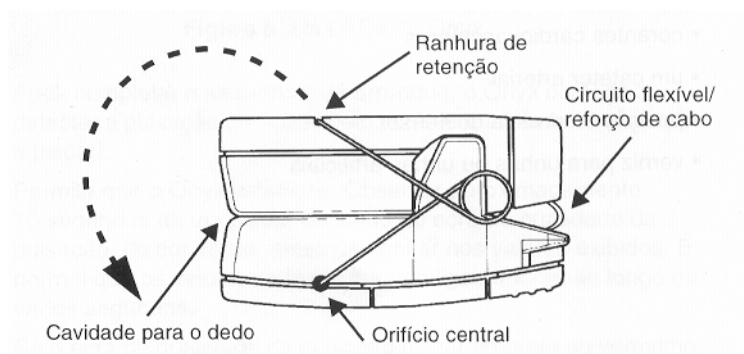

Figura 6. Desengatar e retirar a mola.
1. Virar o Onyx 9500 ao contrário, com a cobertura traseira voltada para cima (Figura 6).